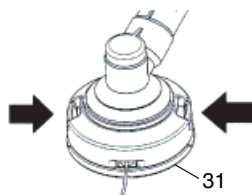

Fig. 37
(1) Retire la caja (31) pulsando firmemente hacia dentro las pestañas de bloqueo con los pulgares, tal y como se muestra en la Fig. 37.